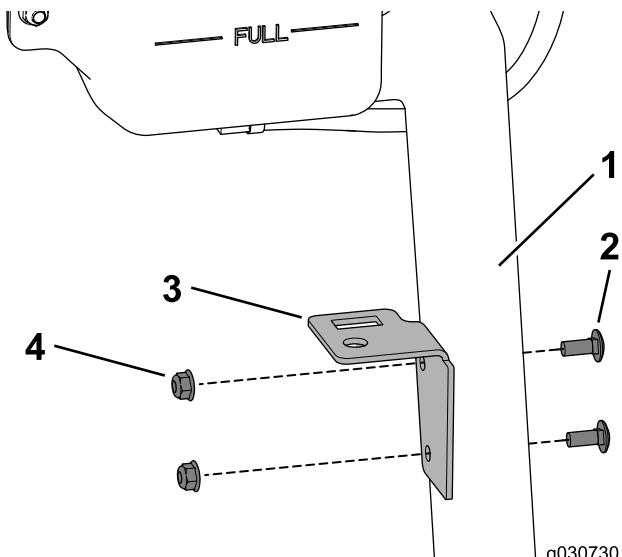

図 33
- キャリッジボルト 5/16 x 3/4 インチ 2 本とフランジナット 5/16 インチ 2 個を使って、タンクプレートを冷却液ボトルサポートに固定する 図 33。